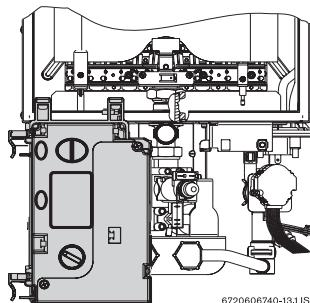

Fig. 2 Tableau électrique - position de réglage de gaz
- Une fois le tableau électrique retiré, positionnez-le conformément à la Fig. 2.